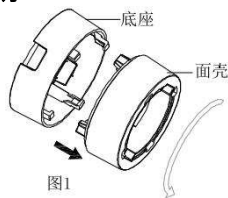

图1
(1) 拿出微波/红外传感器表面安装适配套件，先逆时针旋转面壳，将面壳和底座分离。如图 1 所示。